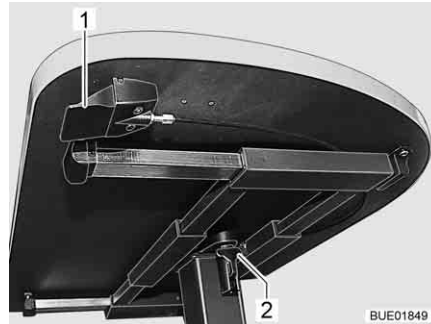

Fig. 113 Ajuste de la mesa elevadora
- Plegar hacia abajo la palanca de bloqueo (Fig. 113,2).
- Empujar la palanca (Fig. 113,1) debajo del tablero de la mesa hacia arriba. El mecanismo de elevación en la pata de mesa se desbloquea.
- Empujar la palanca (Fig. 113,1) debajo del tablero de la mesa hacia arriba. El tablero de la mesa se desplaza automáticamente hacia arriba hasta el tope final.